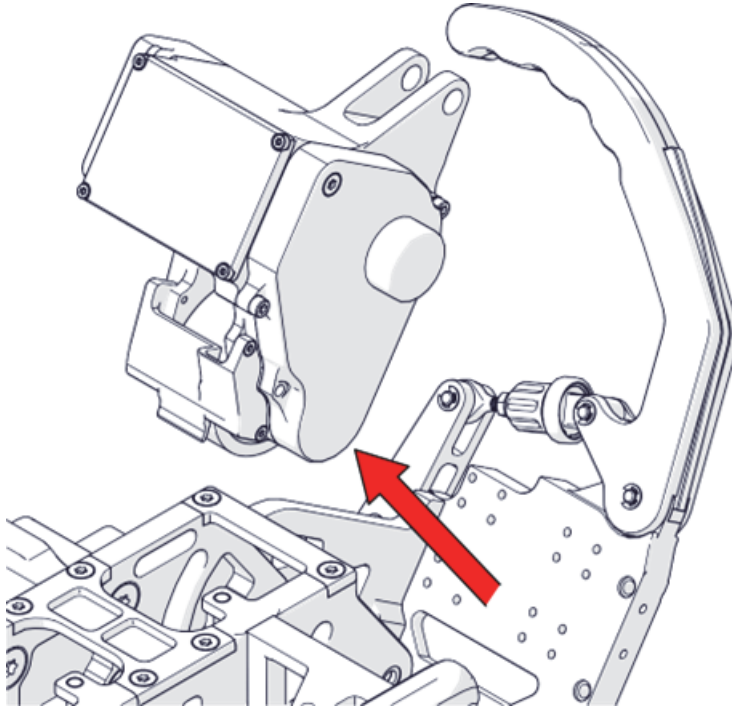

Figura 2-32 Extracción del módulo de motor
12. Retire el módulo de motor del transportador de motor (ver Figura 2-32 en la página 110).